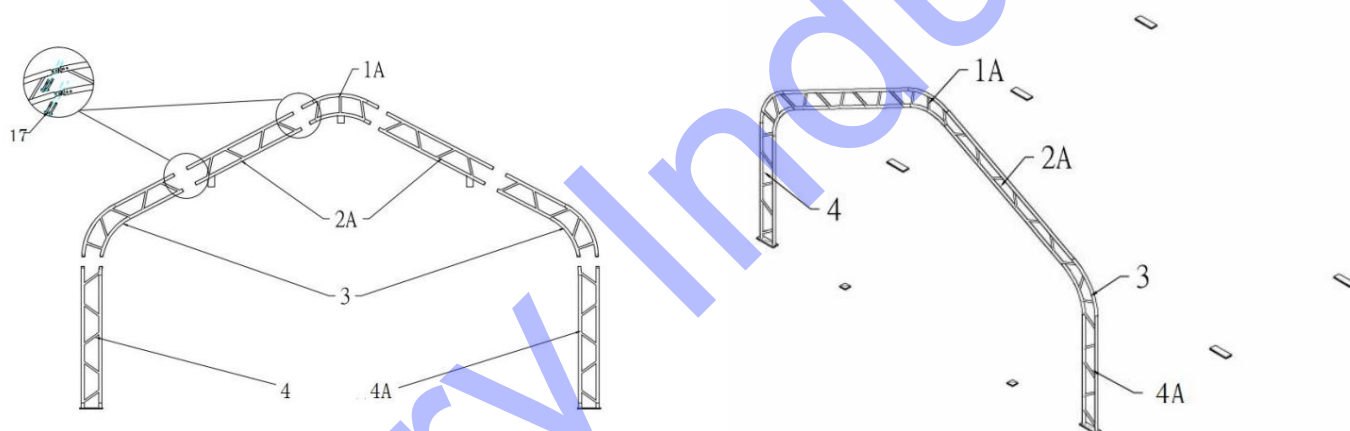

Figure 4
1. La figure 4 montre comment connecter le tube plié de toit pour la porte avant et arrière (n° 1A), le tube plié de paroi latérale pour la porte avant et arrière (n° 2A), le tube plié d'épaule (n° 3), le pied debout (n° 4) et le pied debout pour la porte avant (n° 4A) avec le boulon 8x60 (n° 17), puis placez l'arche dans le tube de la bride de base à l'aide d'un palan (voir la figure 4).